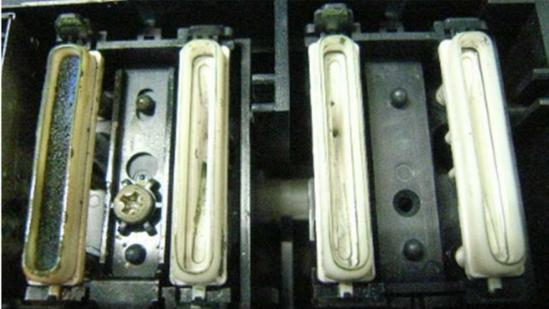
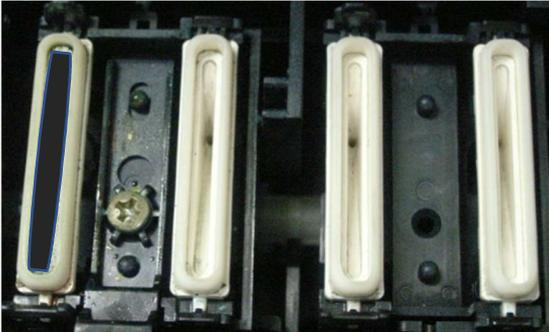

Fig. 4 Antes
Fig. 5 Después
Paso 5 La Fig. 4 muestra un ejemplo antes de proceder a la limpieza, la Fig. 5 muestra un ejemplo después de realizar la limpieza.
Consulte la Fig. 4 y la Fig. 5 para ver las imágenes antes y después de la limpieza.